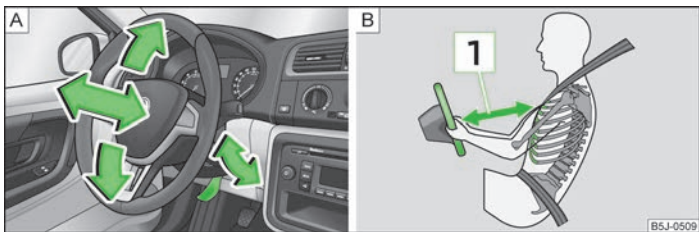

Fig. 81 Volan reglabil: Maneta de sub volan / distanța sigură față de volan
- Respectați o distanță de minim 25 cm **[1]** față de volan » fig. 81 la pagina 80 - **[B]**. Dacă nu se respectă această distanță, sistemul airbag nu își poate exercita eficiența maximă - Pericol!
- Rabatați în jos maneta de sub volan » [fig. 81 - \[A\]](#).